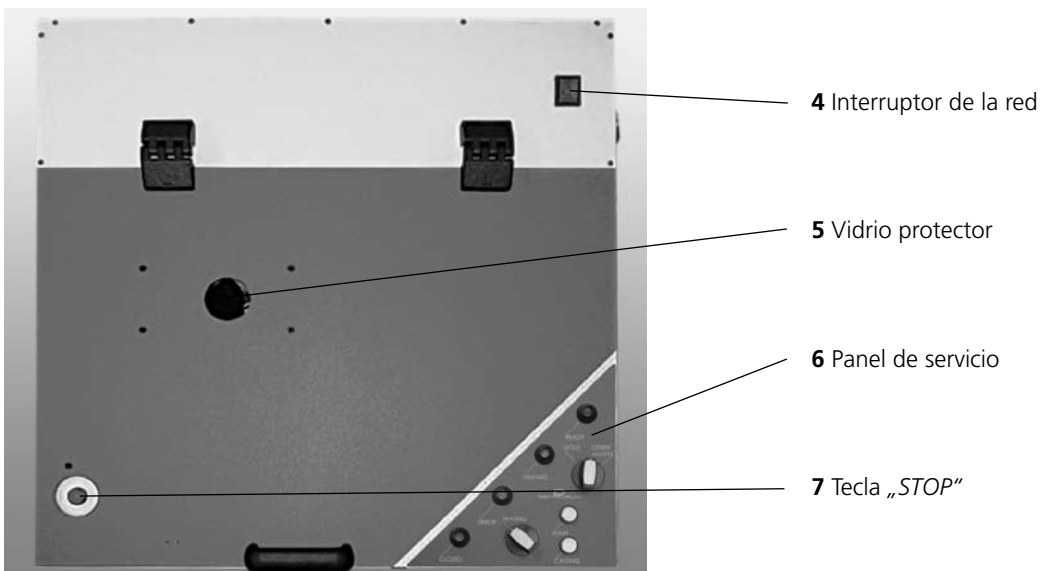

Fig. 2: Vista de arriba
- El proceso de fundición puede empezar al cerrar la tapadera y puede observarse a través de un vidrio protector (Fig. 2, part. 5) integrado en la tapadera.